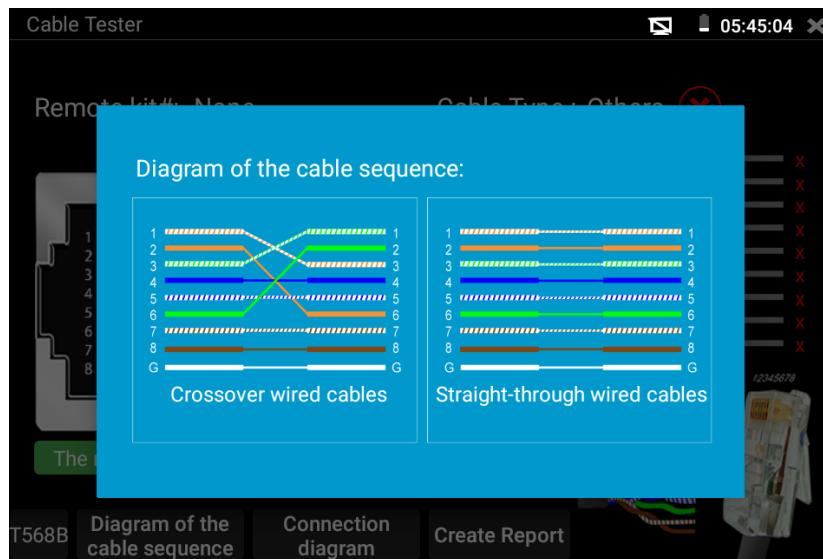

Рис. 101 Диаграммы обжимки разными методами кабеля «витой пары», справка
- 2) «Diagram of the cable sequence» показывает два варианта обжимки кабеля «прямой» и «кроссовый» в виде схемы последовательности жил в кабеле, рис. 101
По умолчанию приложение определяет тип обжимки кабеля, как «прямая» (последовательность жил опр. цвета Б-Ор, Ор, Б-З, С, Б-С, З, Б-Кор, Кор), так и «кроссовая» (Б-З, З, Б-Ор, С, Б-С, Ор, Б-Кор, Кор), рис. 101